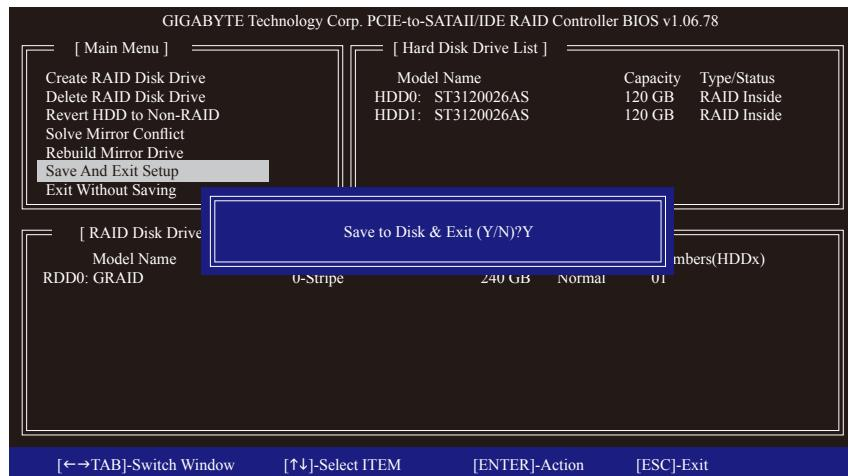

図 10
7. Save and Exit Setup: RAID アレイを構成した後、メイン画面で **Save And Exit Setup** 項目を選択し、設定を保存してから RAID BIOS ユーティリティを終了し、<Y> を押します(図 10)。